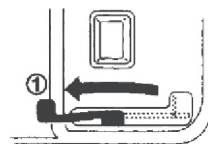

Рис. 5
- Переведите рычаг заслонки в положение «1» (Рис. 5)